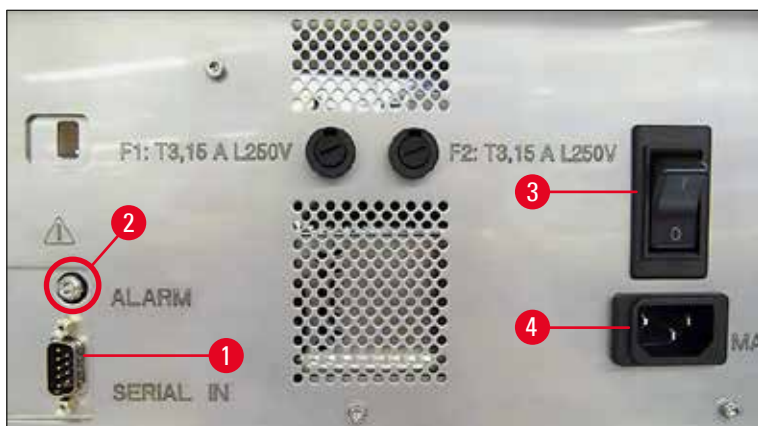

Fig. 31
- ① Le connessioni elettriche si trovano sul pannello posteriore dello strumento (→ "Fig. 31").